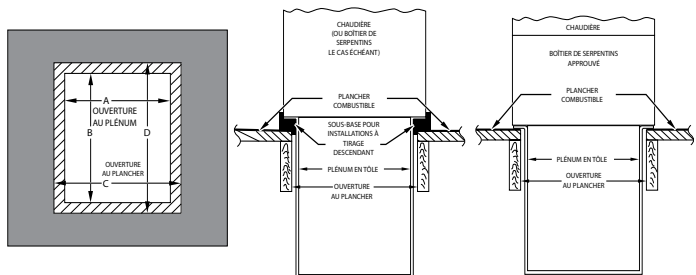

Fig. 25 – Installation sur revêtement de plancher combustible
2. Percez un trou dans le plancher conformément au Tableau 6 et à la Fig. 25.
3. Construisez un plénum selon les dimensions spécifiées au Tableau 6 et à la Fig. 25.
4. Si une sous-base à tirage descendant est utilisée, installez-la tel qu'illustré. Si le serpentin d'évaporateur à boîtier ou le boîtier de serpentin d'évaporateur du fabricant est utilisé, installez-le tel qu'illustré à la Fig. 25.